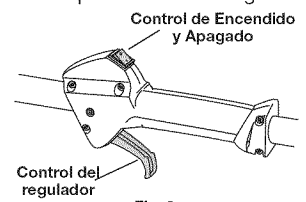

Fig. 8
NOTA: No hay necesidad de arrancar la unidad. El control de Encendido/Apagado está en la posición ENCENDIDO (1) en todo momento (Fig. 8).
- Presione y mantenga oprimido el interruptor de control de Encendido y Apagado en la posición APAGADO (O) hasta que el motor se detenga por completo (Fig. 8).
NOTA: No hay necesidad de arrancar la unidad. El control de Encendido/ Apagado está en la posición ENCENDIDO (I) en todo momento (Fig. 8).